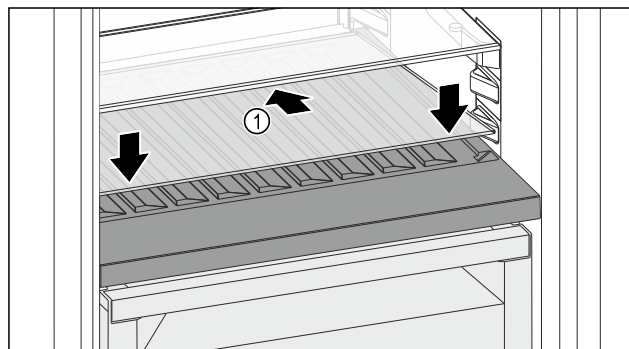

Fig. 126
- Posizionare il ripiano di vetro *Fig. 126 (1)* inclinato indietro e verso il basso.
- Abbassare la parte anteriore del ripiano di vetro *Fig. 126 (1)*.